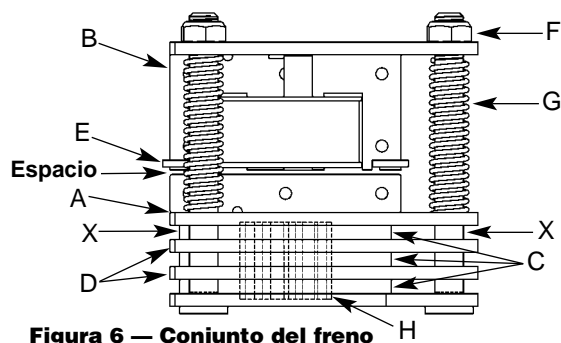

Figura 6 — Conjunto del freno H
2. Vea la Figura 6. Abra el freno de disco manualmente usando dos hojas de destornilladores, una a cada lado del freno en un punto cercano a los postes de resortes del freno. Aplique presión a la parte inferior de la placa de la armadura (puntos "X") para cerrar el solenoide y soltar el freno.
Vea la Figura 6.
- Con referencia a la Figura 6, el espacio entre la armadura del freno "A" y el campo "B" debe ser verificado. El espacio correcto es 0.015". El ajuste no es necesario hasta que el espacio no llegue a 0.040".